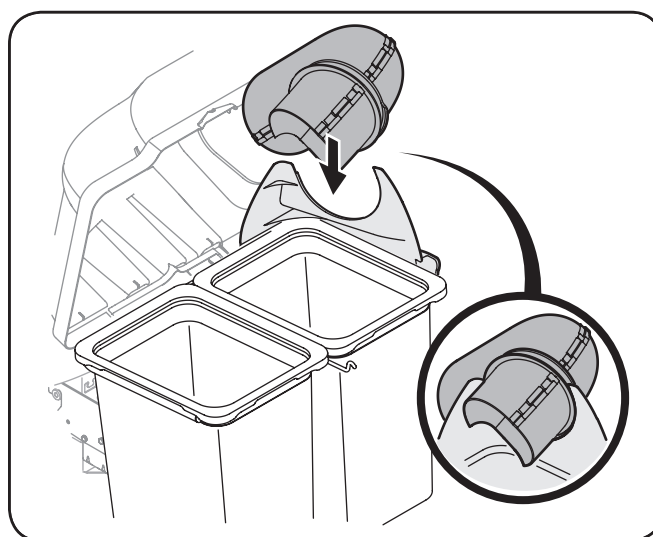

Figure 4-25
- Avec le couvercle de la goulotte de descente ouverte, installez la goulotte supérieure sur l'adaptateur de goulotte de descente, et déposez-le dessus afin que le support de la goulotte de descente repose dans la gorge de la goulotte supérieure. Consultez la figure 4-25.